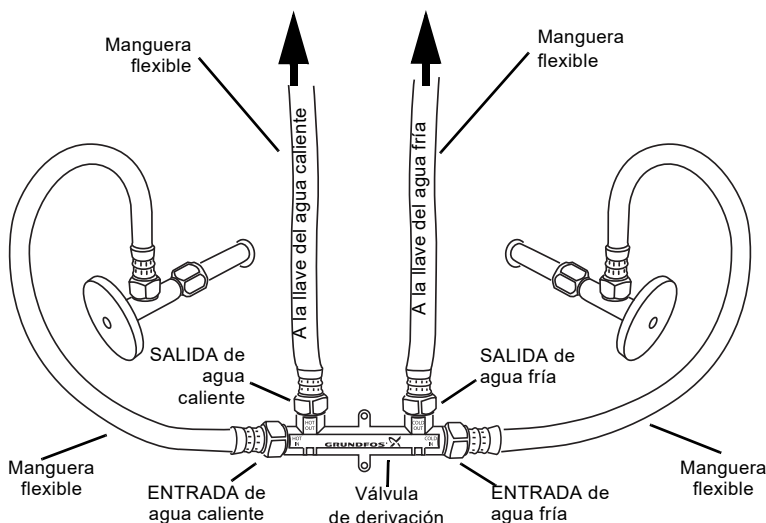

Fig. 5 Conexión de la válvula de derivación, las mangueras flexibles y los conectores
1. Conecte las mangueras flexibles a los puertos de la válvula de derivación con las marcas "HOT OUT" (Salida de agua caliente) y "COLD OUT" (Salida de agua fría). Consulte la fig. 5.
2. Conecte las mangueras flexibles a los puertos de la válvula de derivación con las marcas "HOT IN" (Entrada de agua caliente) y "COLD IN" (Entrada de agua fría). Consulte la fig. 5.
3. Conecte el conector para manguera del puerto "HOT OUT" (Salida de agua caliente) de la válvula de derivación al lado izquierdo de la llave. Consulte la fig. 5. Si se conecta a un accesorio de 3/8", use adaptadores. Los adaptadores se incluyen con las bombas con un código de fecha de producción de 1841 [PC (año) (semana)] o posterior en la placa de datos de la bomba.
5. Conecte el conector para manguera del puerto "HOT IN" (Entrada de agua caliente) de la válvula de derivación a la válvula de corte en ángulo del lado izquierdo. Consulte la fig. 5.
6. Conecte el conector para manguera del puerto "COLD IN" (Entrada de agua fría) de la válvula de derivación a la válvula de corte en ángulo del lado derecho. Consulte la fig. 5.